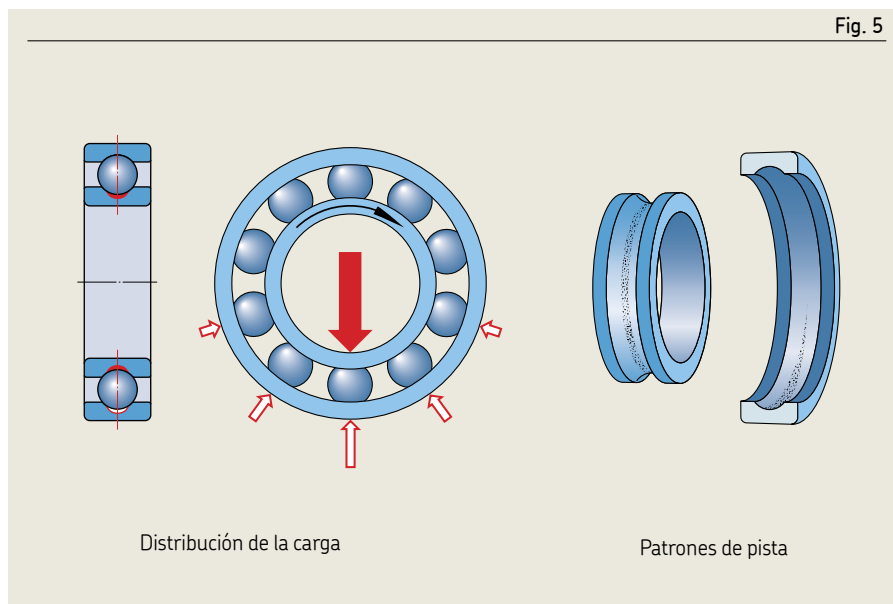

Fig. 5
La **fig. 5** ilustra cómo los elementos rodantes distribuyen una carga radial unidireccional y constante que actúa sobre el aro interior giratorio de un rodamiento, al aro exterior estacionario.
El patrón de pista es idéntico al de la **fig. 5**.
- Bajo carga radial pura, solo una pequeña sección (aproximadamente 150°) del aro exterior tendrá un patrón de pista en su centro (→ **fig. 5, pág. 34**).